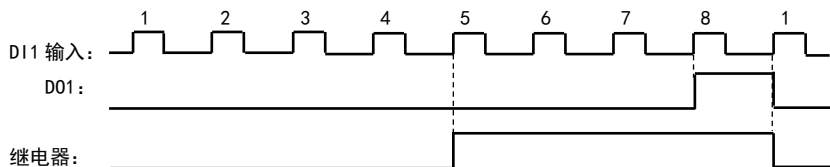

图 6-10 设定计数次数与指定计数次数示意图
- 设定计数次数是指从 DI1 输入多少个脉冲时，被编程为“设定计数值到达”功能的输出端子（D01 端子或继电器）输出一个计数宽度的脉冲。计数值到达“设定次数”后，计数重新开始。如图 6-10 所示：若 F313=1、F314=8，F301=8，当 DI1 输入第 8 个脉冲时，D01 输出一个指示信号。
如图 6-10 所示：若 F313=1、F314=8，F315=5，F300=9，当 DI1 输入第 5 个脉冲时，继电器输